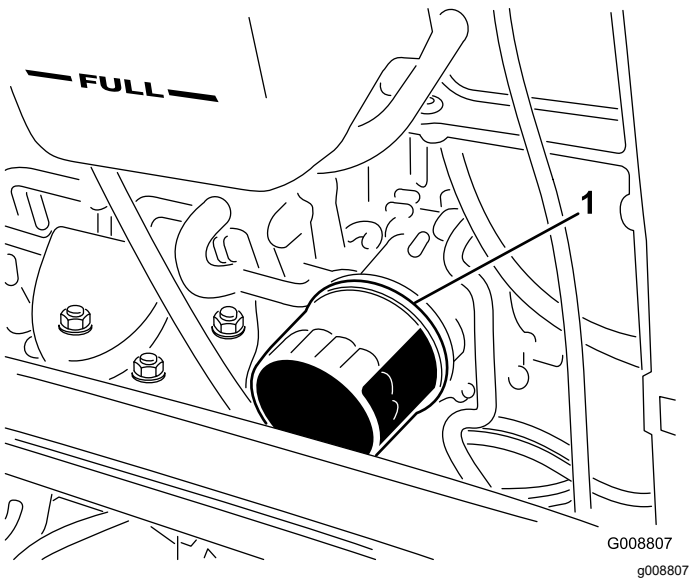

图 53
2. 拆下机油滤芯图 53。在新的滤芯密封条上涂上薄薄一层干净油然后再拧上。不要上得过紧。